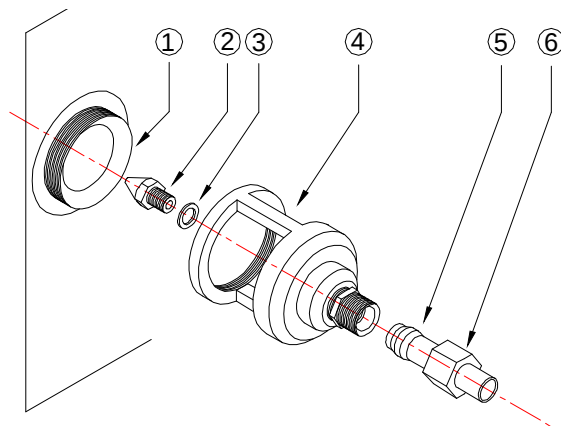

Fig 7
- d) Entferne die Leitung zum Brenner (n°5 Abb.7) durch komplettes lösen der Schraube (n°6 Abb.7)
- e) Das Luftrohr komplett aus dem Brenner herausziehen. (n°4 Abb.7)